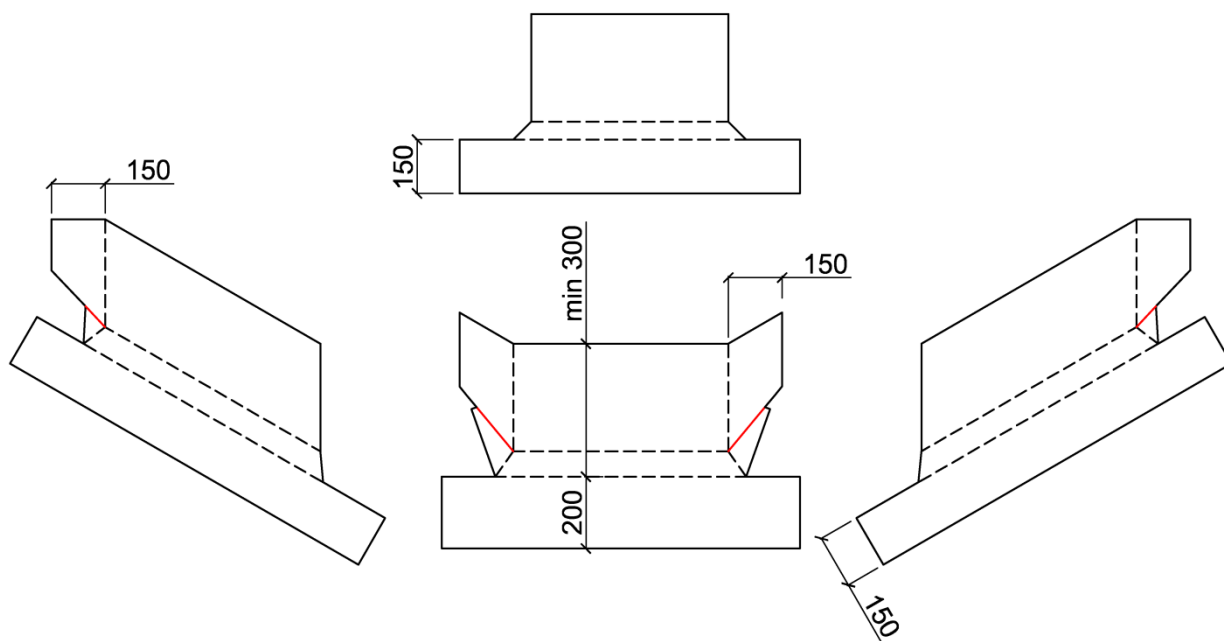

Рис. 9
1.8.3. Примыкание ската к кирпичному дымоходу выполняется с помощью выкройки из ендовного ковра ICOPAL Pinta Ultra или оцинкованного металла, изготавливаемой непосредственно на месте работ. Полученные выкройки надрезаются и сгибаются, как показано на **Рис. 9**.